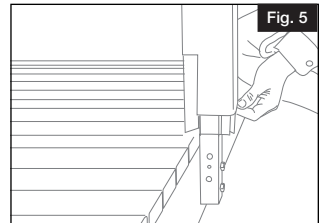

Fig. 5
- Slide vinyl post jacket over post insert (Fig. 5).
- Slide second post insert into the tip of the vinyl post jacket over the steel post (Fig. 5).
**Slide the cut vinyl sleeve over the structural post and the post inserts (Fig. 5).**
- Faire glisser le manchon de poteau en vinyle sur la pièce insérée de poteau (Fig. 5).
- Faire glisser la deuxième pièce insérée de poteau dans le bout du manchon de poteau en vinyle par-dessus le poteau d'acier (Fig. 5).